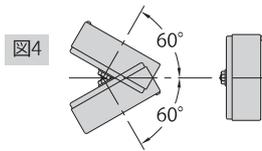

図4
- (1) 分銅式のインジケータは、構造上取付け方法が図4の範囲となりますので、ご注意ください。なお、図4以外での使用の場合には、差動型のインジケータをご検討ください。